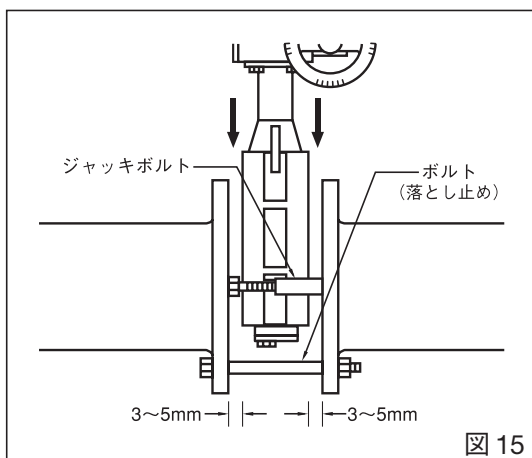

図 15
4. ジャッキボルトのセット：ジャッキボルトを所定の位置にセットします。フランジ面間は、必ず、バルブ幅より片側で3~5mm程度広げてください。(図15)